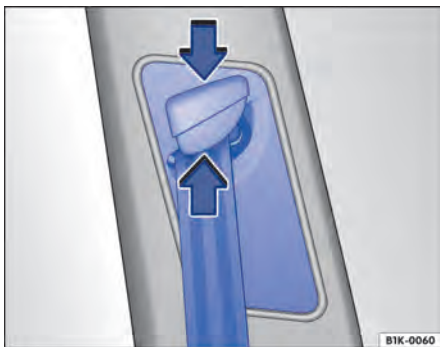

Fig. 69 Ao lado dos bancos dianteiros: regulagem de altura do cinto de segurança.
- Pressionar o dispositivo regulador no sentido da seta e mantê-lo pressionado ⇒ Fig. 69.